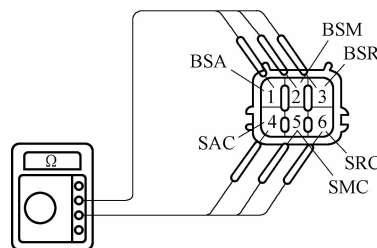

图 3-118 制动执行器的检测
2) 如图 3-118 所示,用电阻表检测 BSR、SRC 两端子应导通,BSM、SMC 两端子应导通,BSA、SAC 两端子也应导通。